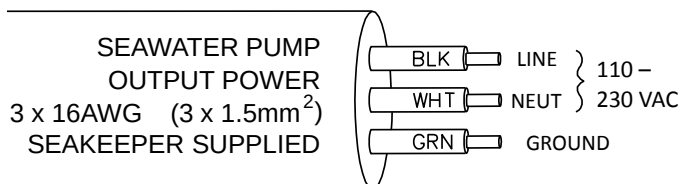
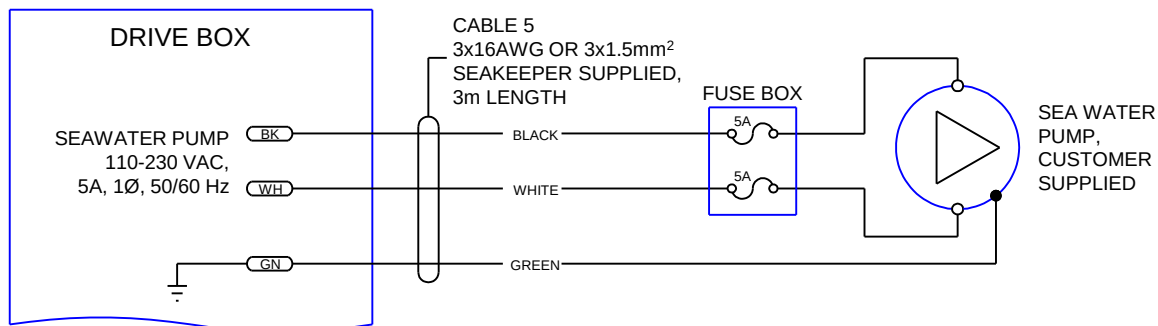
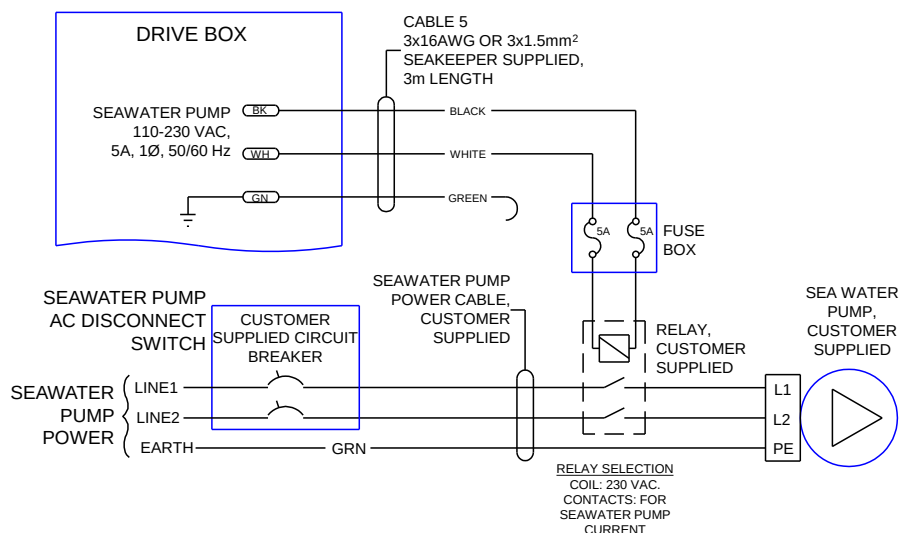

図 4 - ケーブル 5、AC 出力電源ケーブル
図 5 - ケーブル 5、海水ポンプへのワイヤ接続
図 6 -AC 電圧と一致しない海水ポンプの配線例
- 図 4、図 5 のように最大 5Amp の自分で準備したヒューズボックスからケーブル 5 で AC 出力導体を海水ポンプ (約 1/3 馬力または 250 W) に接続します。
- ii. 推奨される配線は、図 6 に示されています。 ケーブル 5 の配線は、図 4 を参照してください。